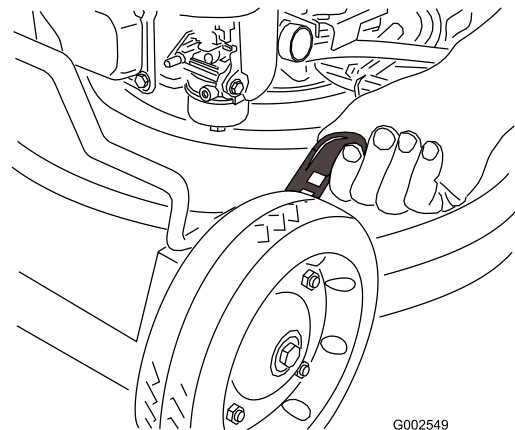

Bild 18
1. Ziehen Sie den Radhöhenstellhebel zum Rad (Bild 18) und schieben Sie ihn in die gewünschte Stellung.